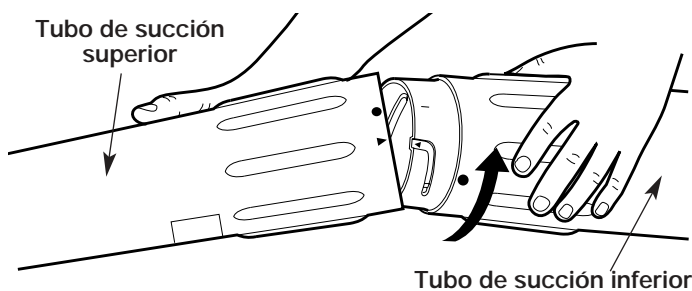

Fig. 2
1. Alinee la flecha del tubo de succión inferior con la flecha del tubo de succión superior (Fig. 2).